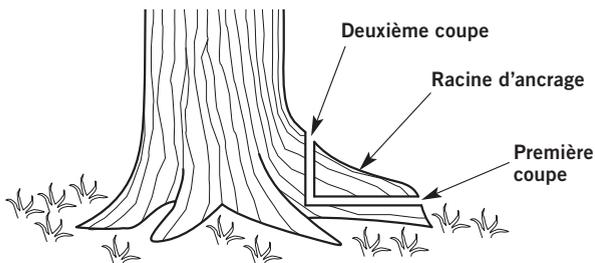

Fig. 10
1. Faites des entailles horizontales dans la racine d'ancrage (Fig. 10). Pour empêcher la barre de guidage d'être pincée par le poids du fouet, effectuez toujours cette coupe d'abord.
2. Faites une entaille verticale dans la racine d'ancrage (Fig. 10).